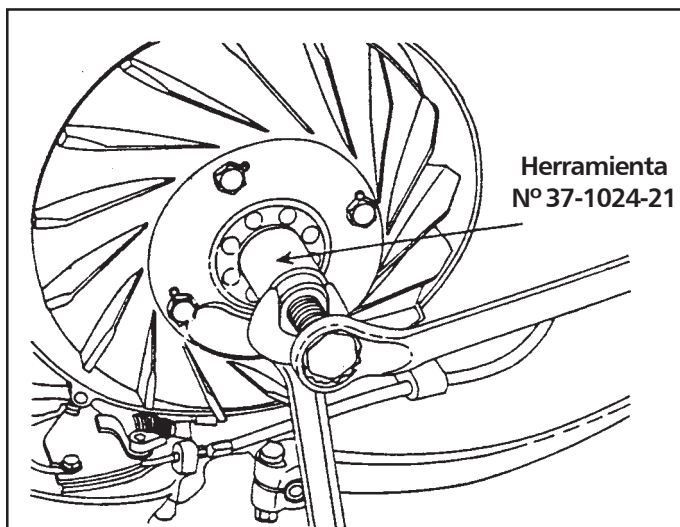

Figura 16 - Remoción del rotor que tiene leva roscada.
6. Para retirar el rotor que tiene una leva con rosca (modelos de octubre de 1983 hacia adelante): destornille la tuerca central y luego, utilizando el extractor 37-1024-21 saque el rotor (ver figura 16)